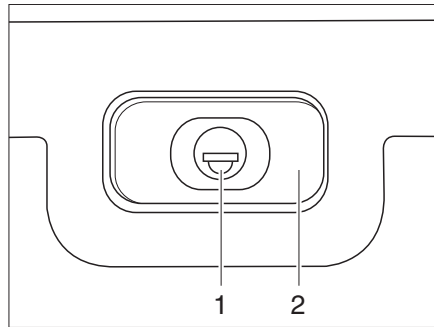

Bild 28 Klappenschloss, rechteckig, verschlossen
- Schlüssel in Schließzylinder (Bild 28,1) stecken und eine viertel Umdrehung drehen. Schlossgriff (Bild 28,2) schnappt heraus.